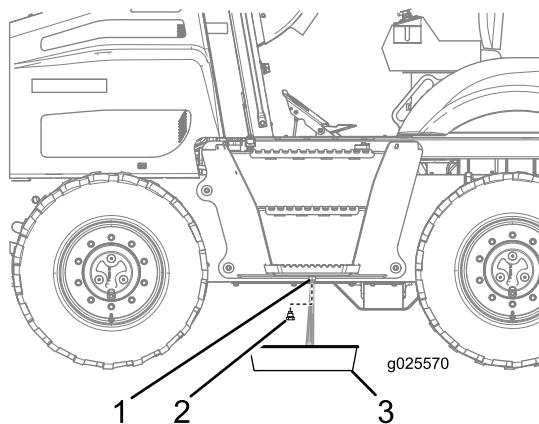

Figura 76
3. Desatornille el tapón de vaciado del depósito de combustible y elimine el agua (Figura 76).
4. Cuando aparezca combustible limpio, instale el tapón de vaciado y apriete con firmeza (Figura 76).